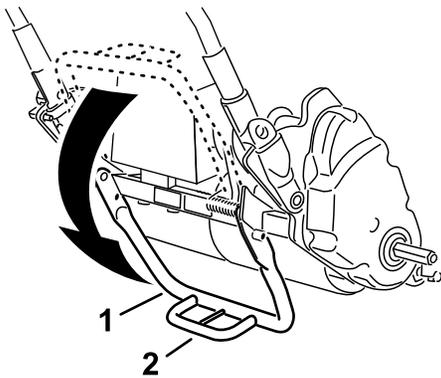

图 11
1. 用脚向下踩支撑架环的中心然后向上拉动下部手柄支架直到支撑架向前旋转并超过中心图 11。